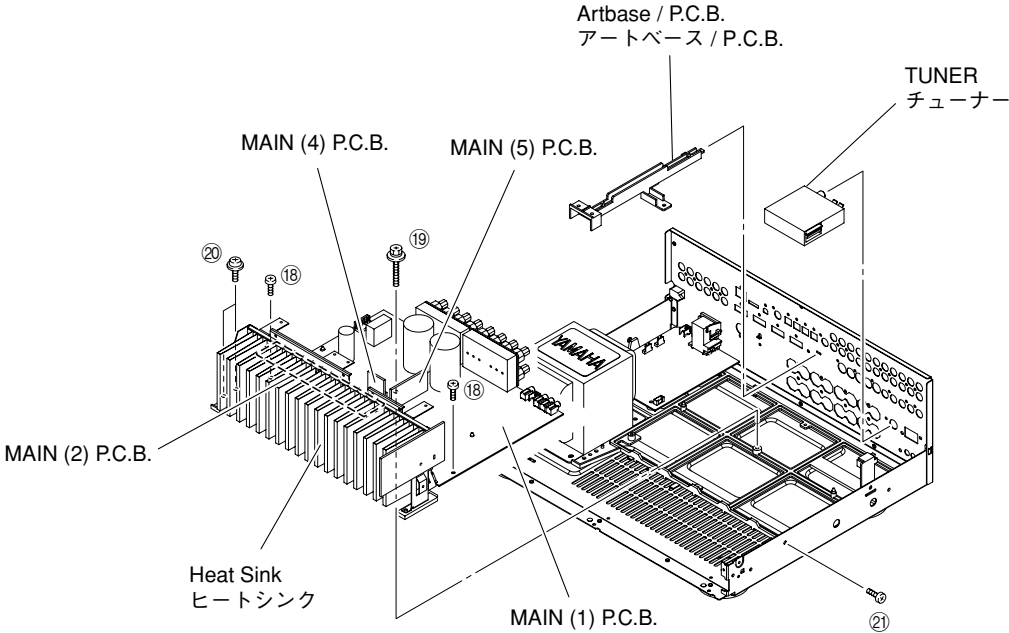

Fig. 5
- b. Remove the TUNER. (Fig. 5)
10. Removal of MAIN (1), (2), (4) and (5) P.C.B.s
- a. Remove the Artbase/P.C.B.. (Fig. 5)
- b. Remove 2 screws (⑱), 1 screw (⑲), 2 screws (⑳) and 1 screw (㉑). (Fig. 5)
- e. Remove MAIN (1), (2), (4) and (5) P.C.B.s together with the Heat Sink. (Fig. 5)
- b. TUNERを取り外します。(Fig. 5)
- a. アートベース/PCBを取り外します。(Fig. 5)
- b. ⑱のネジ2本、⑲のネジ1本、⑳のネジ2本、㉑のネジ1本を外します。(Fig. 5)
- e. MAIN(1)、(2)、(4)、(5)P.C.B.をヒートシンクと一緒に取り外します。(Fig. 5)